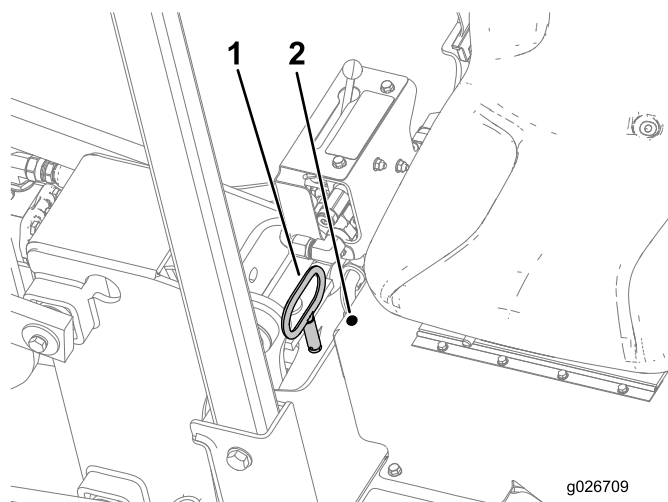

Figure 16
1. Retirez la goupille de rotation, rangez-la à l'emplacement prévu et mettez le moteur en marche (Figure 16).